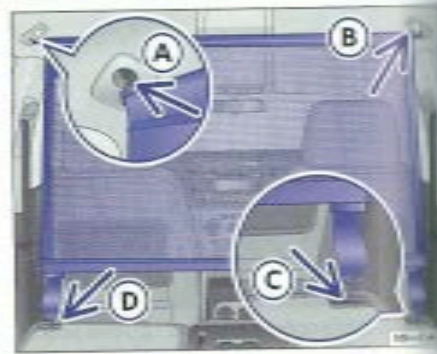

Fig. 98 Dans le coffre à bagages : montage du filet de séparation.
- Accrochez la barre transversale du filet de séparation dans le logement ⇒ fig. 98 (A) sur le toit.
- Comprimez la barre transversale dans le logement (B) sur le toit.
- Accrochez les crochets des ceintures de retenue dans les supports (C) et (D) sur les dossiers de banquette arrière.